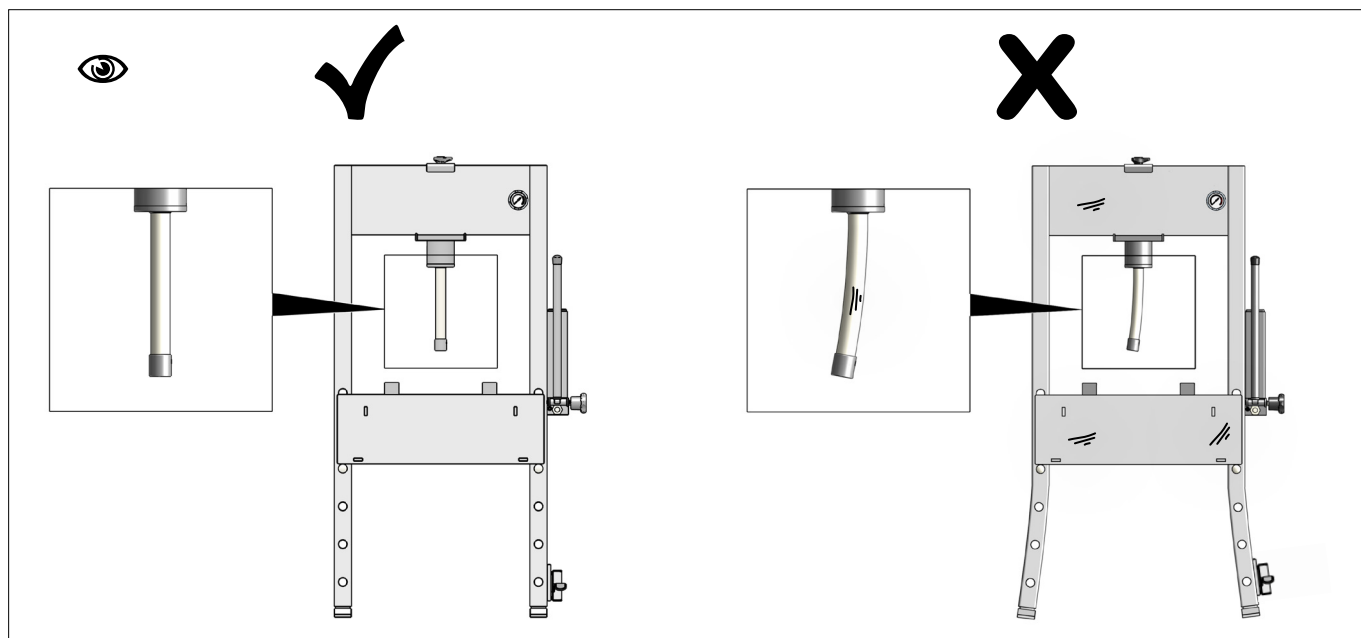

Fig.26
- Skader og unormalt slid (Fig.26)
- Damage, wear and tear (Fig.26)
- Schäden und ungewöhnliche Abnutzung (Fig.26)
- Dommages et usure (Fig. 26)
- Slitage (Fig. 26)
- Vauriot ja yleinen kuluminen (Fig. 26)
- Schade en slijtage (Fig. 26)
- Daños y desgaste (Fig. 26)
- Повреждений и износа (Fig. 26)